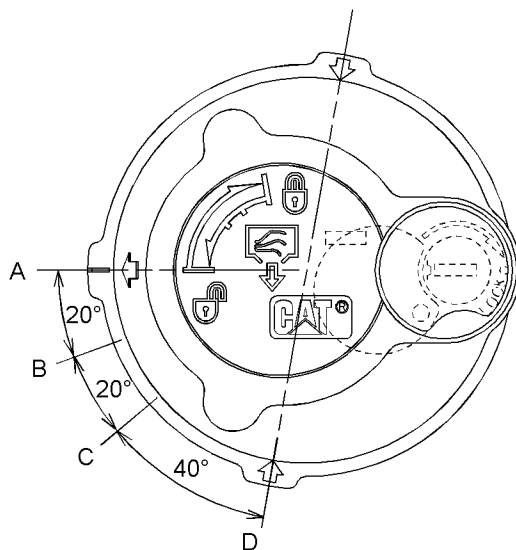

Ilustración 524
5. Suelte la presión que puede haber en el circuito hidráulico de retorno con el siguiente procedimiento. Consulte la Ilustración 524 para ver las posiciones de la tapa del tubo de llenado.
- a. Gire la tapa del tubo de llenado hacia la izquierda y mueva la flecha de la posición (A) a la posición (B).
- b. Suelte la presión durante un mínimo de 45 segundos moviendo la flecha de la posición (B) a la posición (C).
- c. Oprima la tapa del tubo de llenado hacia abajo y mueva la flecha de la posición (C) a la posición (D).
8. Limpie la tapa del tubo de llenado. Apriete la tapa del tubo de llenado del tanque hidráulico hasta la posición (A).